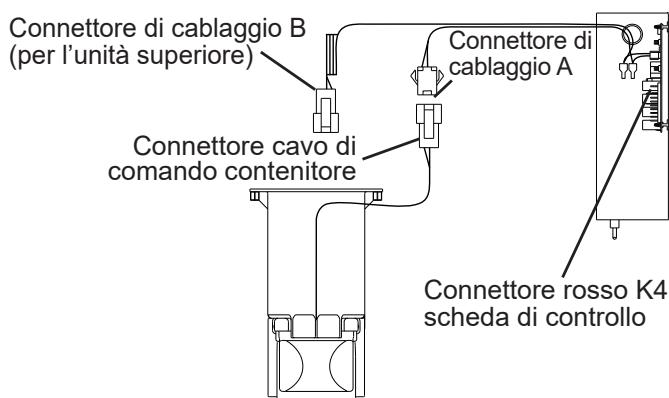

Fig. 4
c. Utilizzare la vite a testa piatta rimossa nel passaggio precedente e quella in dotazione nella borsa degli accessori per fissare il gruppo di comando del contenitore alla parte inferiore della macchina. Vedere Fig. 4.